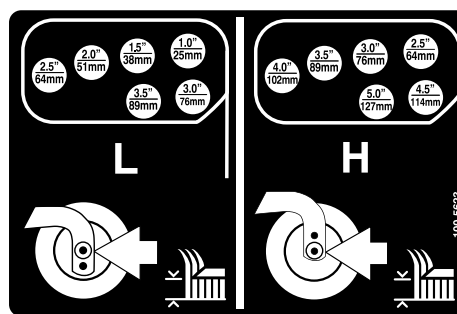
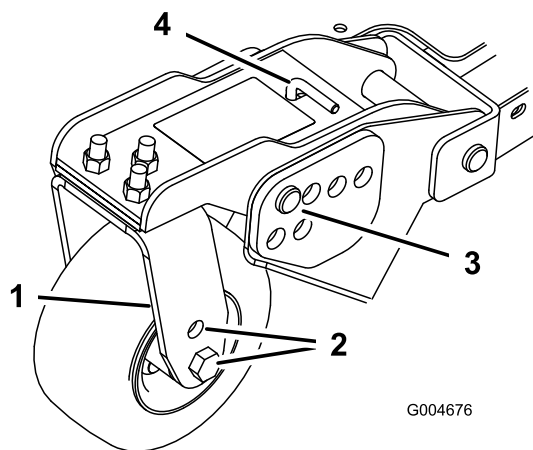

Figure 25
Figure 24
- Placez les essieux des roues pivotantes dans les mêmes trous sur toutes les fourches (Figure 22 et Figure 24). Pour choisir les trous corrects pour la hauteur de coupe requise, reportez-vous au tableau suivant.
- Enlevez la goupille fendue et les axes de chape des bras de pivot (Figure 24).
- Tournez la tige de tension pour élever ou abaisser le bras de pivot jusqu'à ce que les trous soient en face de ceux du support de hauteur de coupe sélectionnés dans le cadre du plateau de coupe (Figure 24 et Figure 25).